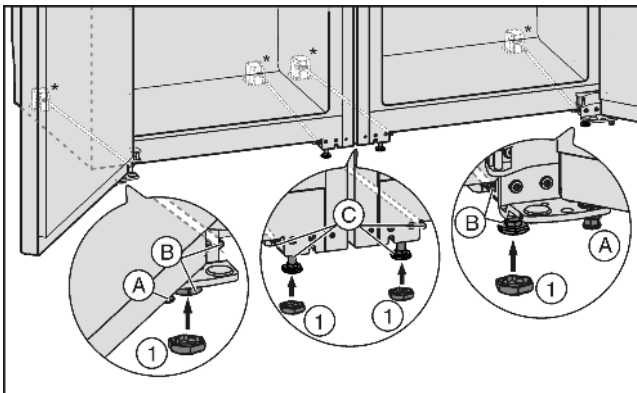

Fig. 4
- ▶ Evt. stelvoetjes Fig. 4 (A) aan de voorkant van beide apparaat geheel indraaien, zodat ze de vloer niet raken.
- ▶ Kappen Fig. 4 (1) op de vier voorste stelvoetjes steken.
- Middelste stelvoetjes Fig. 4 (C) indraaien zodat ze de vloer niet raken.
- Combinatie aan de hand van de buitenste stelvoetjes Fig. 4 (B) uitlijnen.
- Middelste stelvoetjes Fig. 4 (C) weer uitdraaien tot ze de vloer raken.
- Vervolgens de deur ondersteunen: Stelvoetjes Fig. 4 (A) aan de lagerbus uitdraaien tot ze de vloer raken, daarna 90° verder draaien.